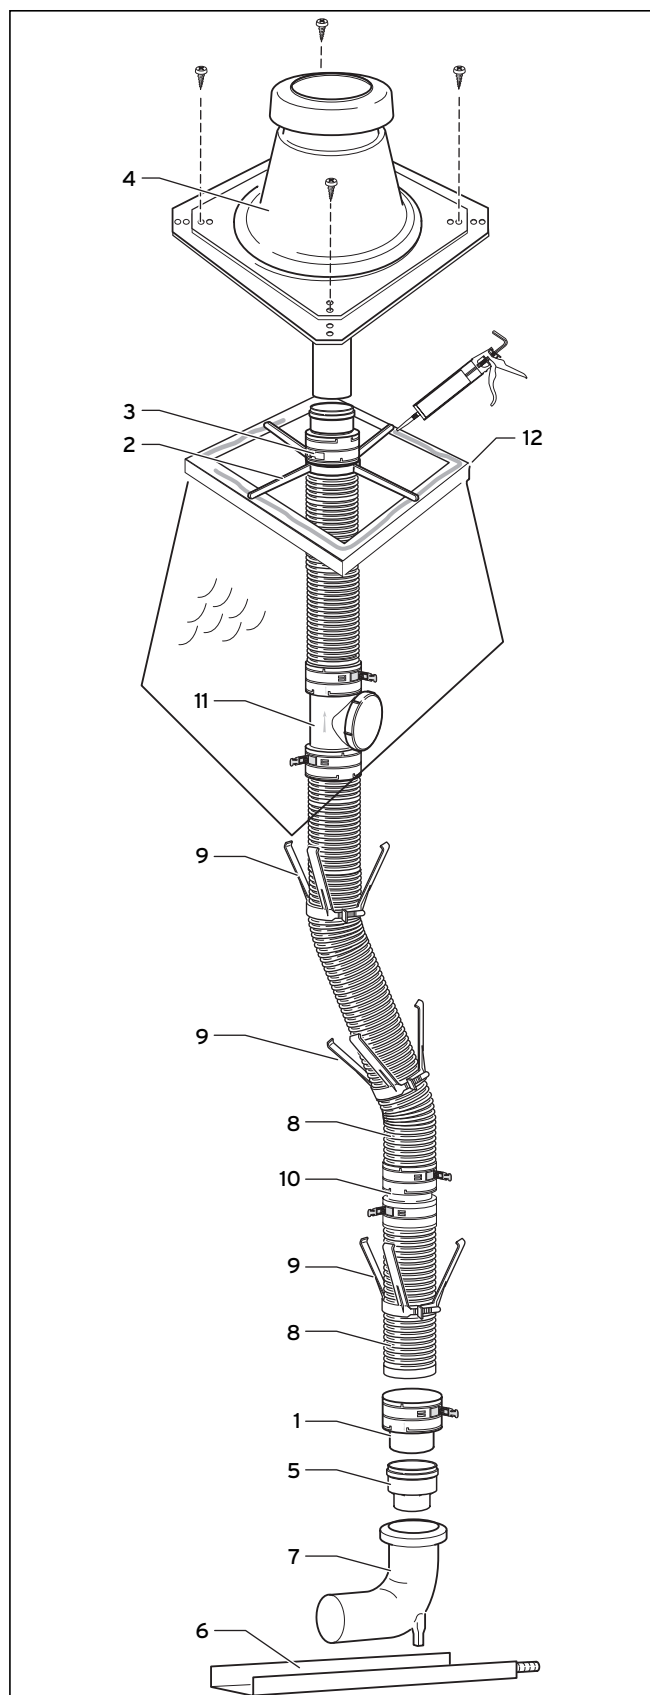

Рис. 5.36 Системная конструкция гибкого дымохода
- Определите общую длину гибкого дымохода (8) от горловины шахты (12) до опорного отвода (7) (см. рис. 5.36).
- Установите на дымоход ограничитель (9, рис. 5.36) на расстоянии не более 2 м.